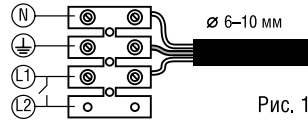

Рис. 1
- Подключите кабель к клеммной колодке внутри светильника как показано на Рис. 1. Клемма L2 предназначена для реализации вкл./выкл. светильника.